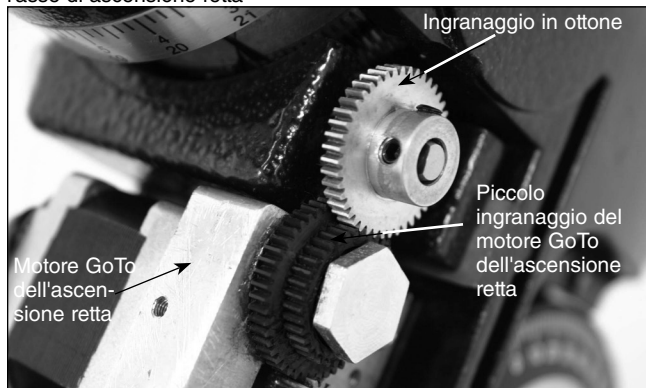

Figura 6. Ingranaggi accoppiati correttamente (ascensione retta)
5. Accertarsi che i denti dell'ingranaggio **piccolo** del gruppo motore si incastrino correttamente con i denti dell'ingranaggio in ottone (**Figura 6**). Inoltre, accertarsi